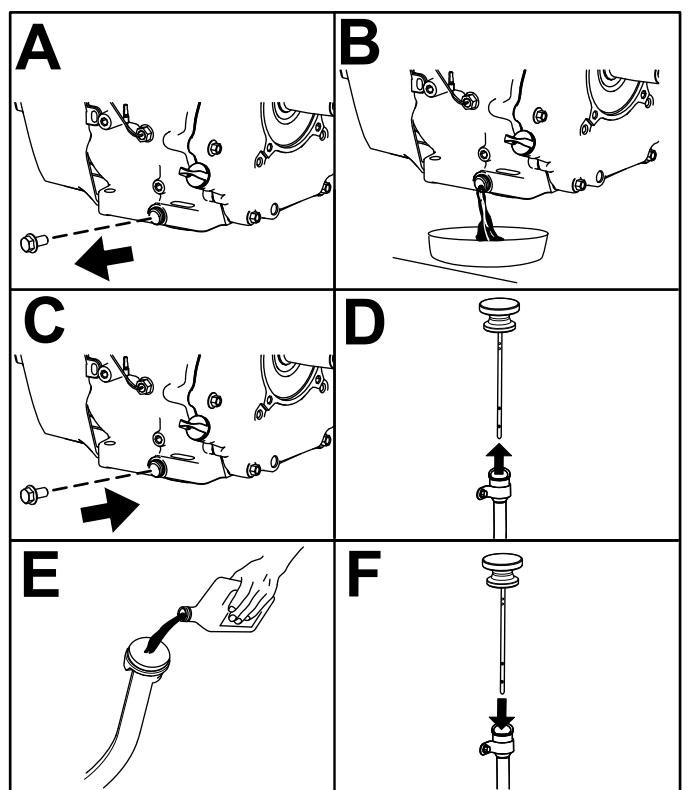

Figure 42
6. Vidangez l'huile moteur comme montré à la Figure 42.